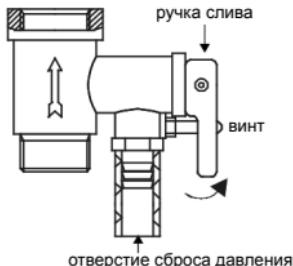

Рис. 7
6. Чтобы правильно слить воду из внутреннего бака, необходимо воспользоваться обратным предохранительным клапаном (см. рис. 7): открутить сливной винт обратного предохранительного клапана и перевести ручку слива в верхнее положение, при этом кран выхода горячей воды должен быть открыт, а кран подачи холодной воды в водонагреватель должен быть перекрыт. Никогда не сливайте воду, если ее температура выше 50 °C, т. к. это может привести к ожогам.